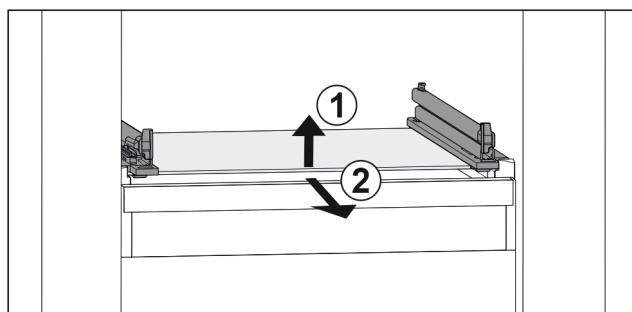

Fig. 131 Приблизне відображення скляної пластини
- Підняти скляну пластину спереду. Fig. 131 (1)
- Вийняти скляну пластину рухом вперед. Fig. 131 (2)